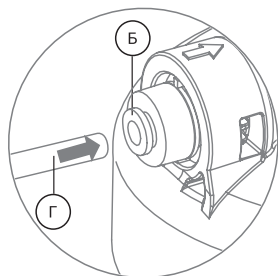
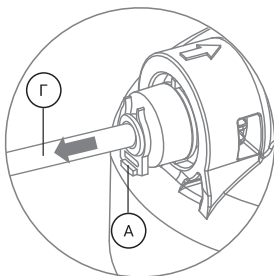

Рис. 8
Рис. 9
5. Вставьте до упора зеленую пластиковую трубку (Г) из комплекта поставки через цанговое кольцо (Б) в фитинг на вход в корпус картриджей предварительной очистки (рис. 8). Для герметизации соединения приложите дополнительное усилие, при этом трубка утопится еще примерно на 3 мм и будет плотно обжата резиновым кольцом фитинга. Потяните трубку (Г) обратно для проверки надежности соединения. Установите на место стопорную клипсу (А) (рис. 9).